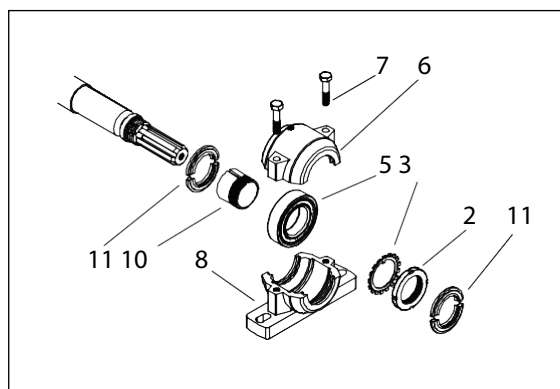

Fig. 7b. Cuscinetto, lato albero scanalato
I cuscinetti lato alimentatore e lato albero scanalato sono diversi l'uno dall'altro. Il cuscinetto sul lato dell'albero scanalato, Fig. 7b., non ha anelli distanziatori (4 e 9) e una piastra terminale (1). Il cuscinetto sul lato dell'albero scanalato presenta dei parapolvere su entrambi i lati (11).